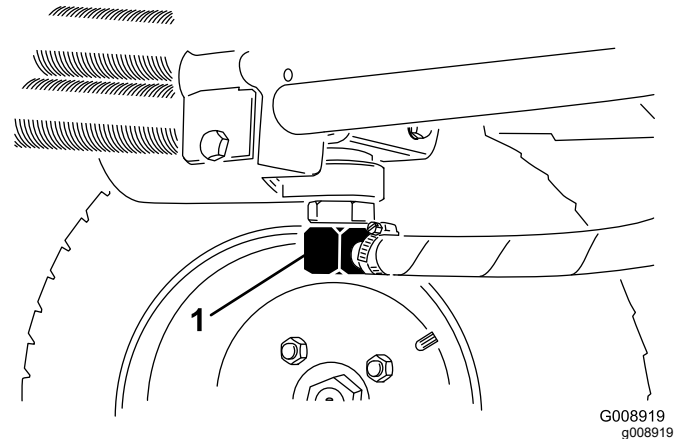

Bild 75
3. Klemmen Sie die Hydraulikölleitung ab (Bild 75) oder entfernen den Hydraulikölfilter (Bild 76) und lassen das Hydrauliköl in ein Auffanggefäß ablaufen.